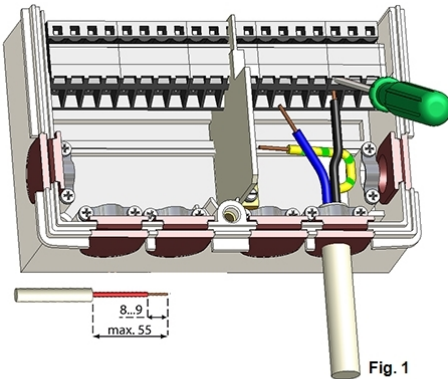

Fig. 1
2. Strip de kabels maximaal 55 mm, bevestig de drukontlasters strip de draadeinden 8-9 mm (afbeelding 1)